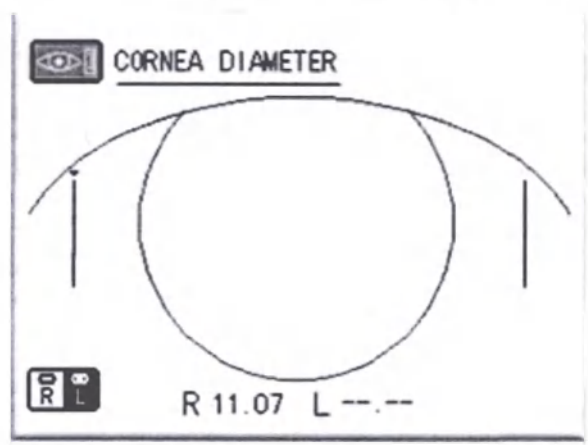

Рисунок 22 – Экран измерения диаметра роговицы
8) Если производится измерение одного глаза, вновь нажмите на кнопку измерения на ручке управления, чтобы завершить измерение и вернуться к экрану измерений. Если измеряются оба глаза, повторно нажмите кнопку , чтобы перейти к измерению (корректировки измерения) диаметра роговицы другого глаза (рисунок 22).